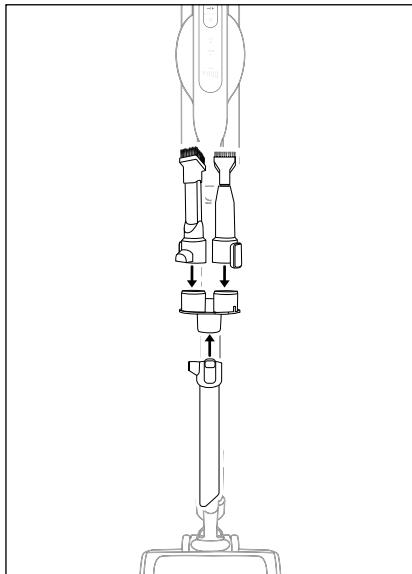

Fig. 20
- ◆ Rimuovere gli accessori dall'apparecchio e conservarli nell'apposito porta-accessori 17 (vedere fig. 20).